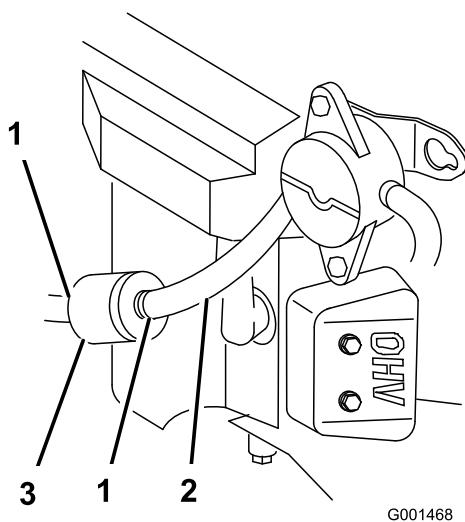

Figure 26
4. Pincez les extrémités des colliers et faites glisser ceux-ci pour les éloigner du filtre (Figure 26).